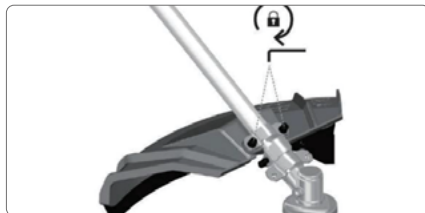

Рис. 14
- Установите и затяните винты (Рис. 14).